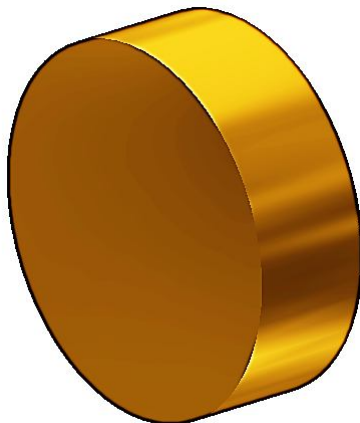

Рис. 7.1.
1. **Постройте цилиндр** диаметром 24 мм и длиной 8 мм, длина резьбы 6 мм с помощью команды «Цилиндр»  (рис. 7.1).